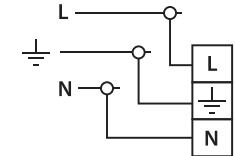

Рис. 1
3. Присоедините подготовленные концы проводов к позициям L, N и в клеммном зажиме, затянув винты (рис. 1).